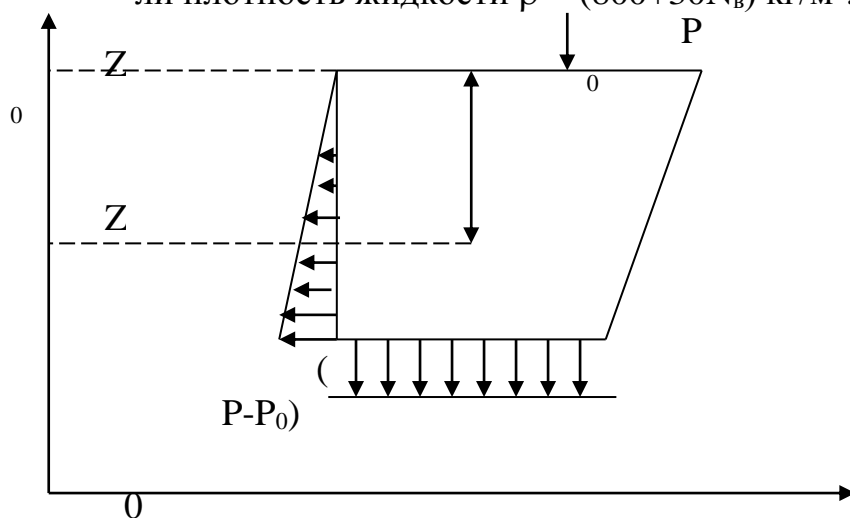

Рис. 2. Эпюра избыточного давления.
- II. Воспроизведите рис.2, объясните вид эпюры избыточного давления, дорисуйте эпюру для наклонной стенки. Найдите избыточное давление на глубине $h=(3+N_B)$ м в Паскалях, технических атмосферах ($1 \text{ ат} = 1 \text{ кгс/см}^2$), если плотность жидкости $\rho = (800+30N_B) \text{ кг/м}^3$. Здесь N_B – номер варианта.